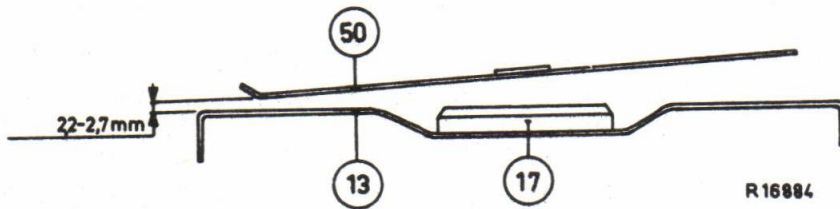

Fig. 28
R. GELEIDINGSBEUGEL 50 VOOR DE PLAAT (zie fig.28)